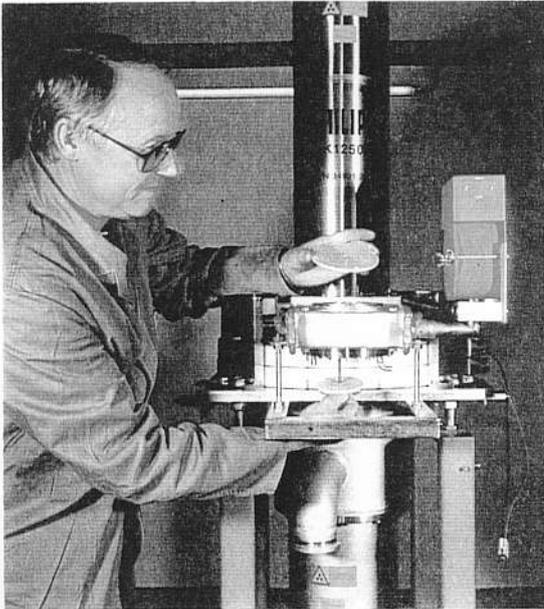

Abb. 28. Entfernung der Fensterabdeckung
- a) Der Transportschutz des Fensters wird abgenommen (Abb. 28.).